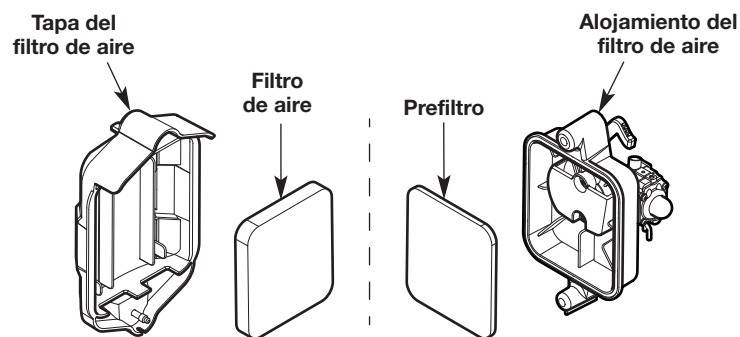

Fig. 15
3. Extraiga el filtro de aire y el prefiltro de su alojamiento (Fig. 15).
7. Vuelva a instalar el prefiltro en el interior del alojamiento del filtro de aire o reemplácelo (Fig. 15).
8. Coloque el filtro de aire dentro de la cubierta del filtro de aire (Fig. 15).